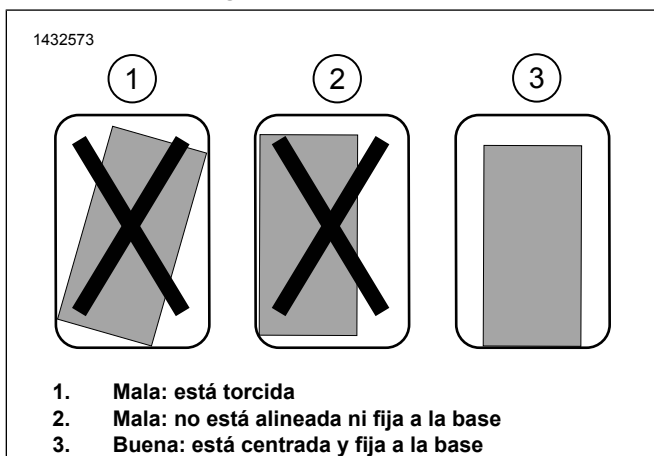

Figura 4. Instalación de la pieza de soporte
a. Consulte la Figura 4. Verifique que el conjunto de soporte de montaje encaje en su lugar. La pieza de soporte debe estar derecha, centrada y lo más cerca posible de la base de la alforja.
c. Consulte la Figura 4. Verifique la posición final de la pieza de soporte y asegúrese de que esté derecha, centrada y lo más cerca posible de la base de la alforja.